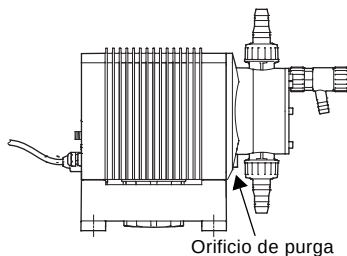

Fig. 1
- Comprobar que el orificio de purga del cabezal de dosificación esté hacia abajo, ver fig. 1.